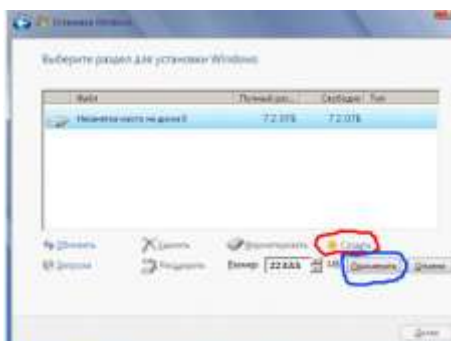

Рисунок 13 – Выбираем раздел установки ОС
6) Нажимаете *Создать*. Выбираете нужный размер (например, 22333 – это 21.8Гб) и нажимаете *Применить* (рисунок 13).